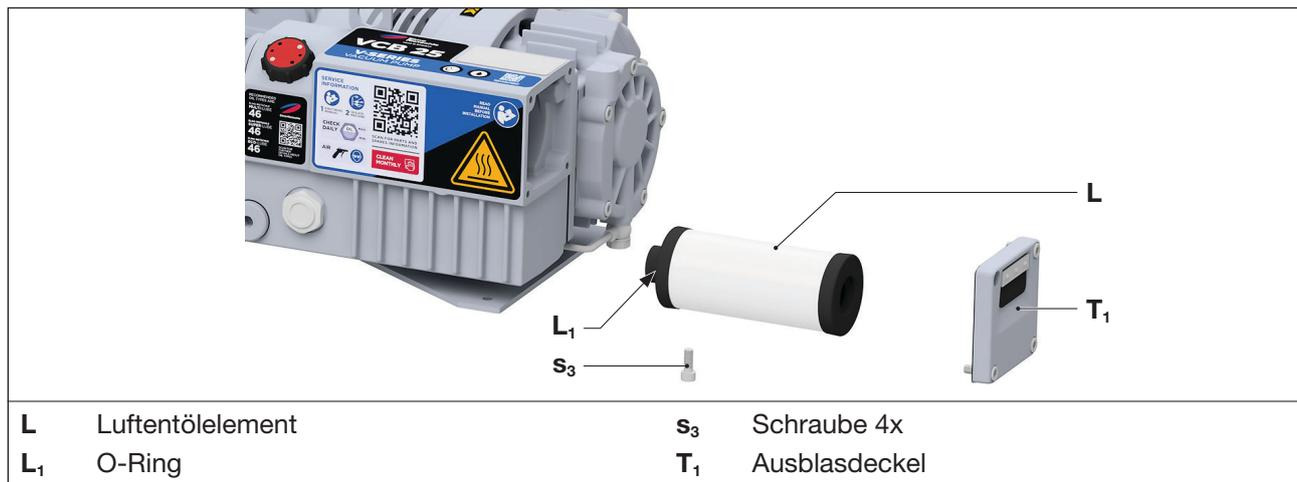

Abb. 7 Luftentölelement
- Die Schrauben (Abb. 7/S₃) am Ausblasdeckel (Abb. 7/T₁) lösen und den Deckel (Abb. 7/T₁) mit der Dichtung abnehmen.
- Den O-Ring (Abb. 7/L₁) des neuen Luftentölements (Abb. 7/L) leicht einölen und Luftentölelement in das Entölergehäuse einsetzen.
- Den Ausblasdeckel (Abb. 7/T₁) mit Dichtung wieder aufsetzen und mit den vier Schrauben (Abb. 7/S₃) befestigen. Anzugsmoment: 10 Nm